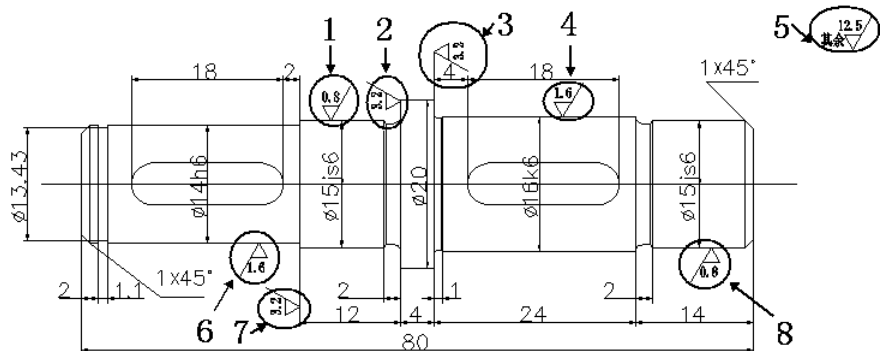

图 11
1) **粗糙度的标注：**对轴的各个表面做粗糙度要求，其中 1、8 标记粗糙度为 0.8，4、6 标记粗糙度为，2、3、7 标记粗糙度为，结果如图 11。